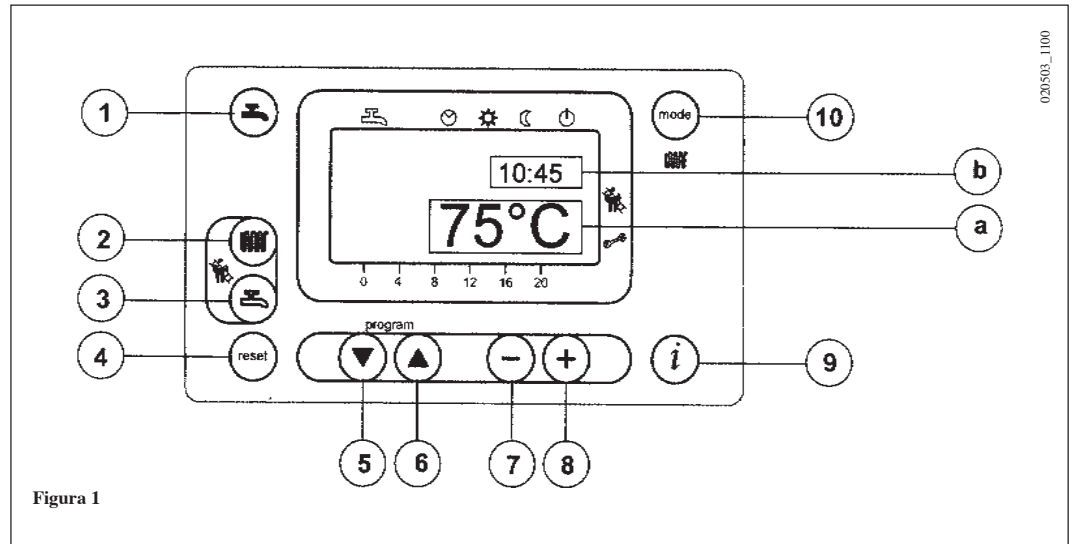
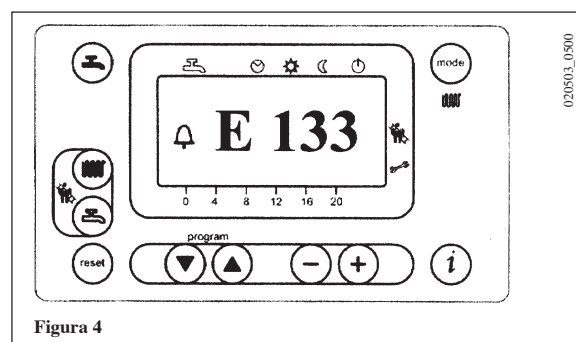

Figura 1
Figura 4
- Premere il tasto  (2- figura 1) per impostare la temperatura dell'acqua di riscaldamento;
- premere uno dei due tasti   (1 o 10 - figura 1) per memorizzare e ritornare al menù principale.
N.b – Con sonda esterna collegata, mediante il tasto  (2 – figura 1) è possibile effettuare la traslazione della curva di riscaldamento. Premere i tasti   per diminuire o aumentare la temperatura ambiente del locale da riscaldare.
- Premere il tasto  (3- figura 1) per impostare la temperatura massima dell'acqua sanitaria;
Sul display principale (figura 1 a) compaiono le segnalazioni di anomalia assieme al simbolo  (figura 4).